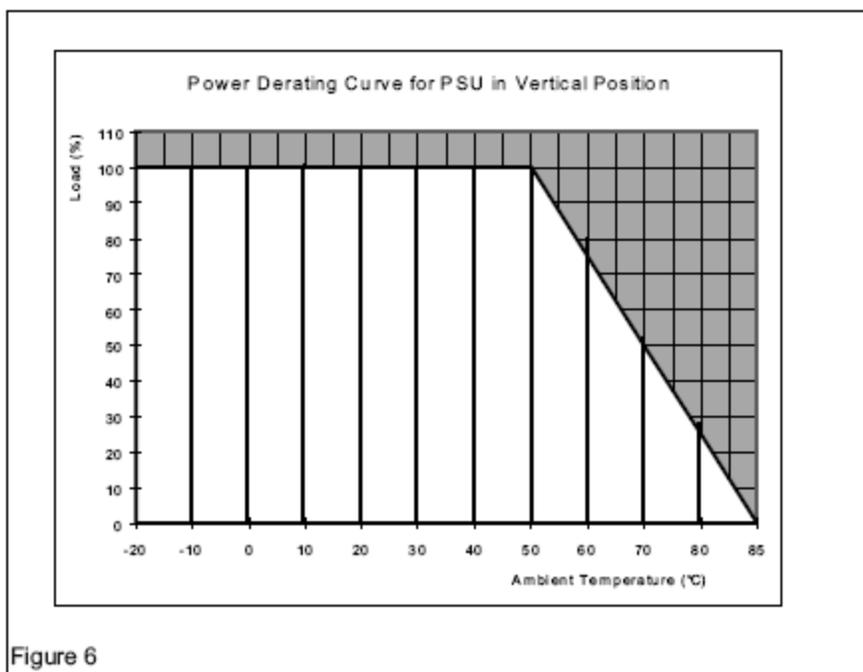

Figure 6
**5.4. Влияние температуры окружающей среды. (Рис. 6)**